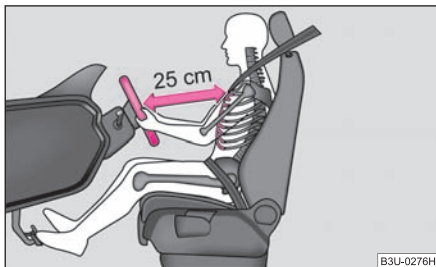

Fig. 99 Distancia de seguridad con respecto al volante
- El conductor se ha de mantener a una distancia mínima de 25 cm del volante ⇒ fig. 99. Si no respeta la distancia mínima, el sistema de airbag no podrá protegerle - ¡Peligro de muerte!